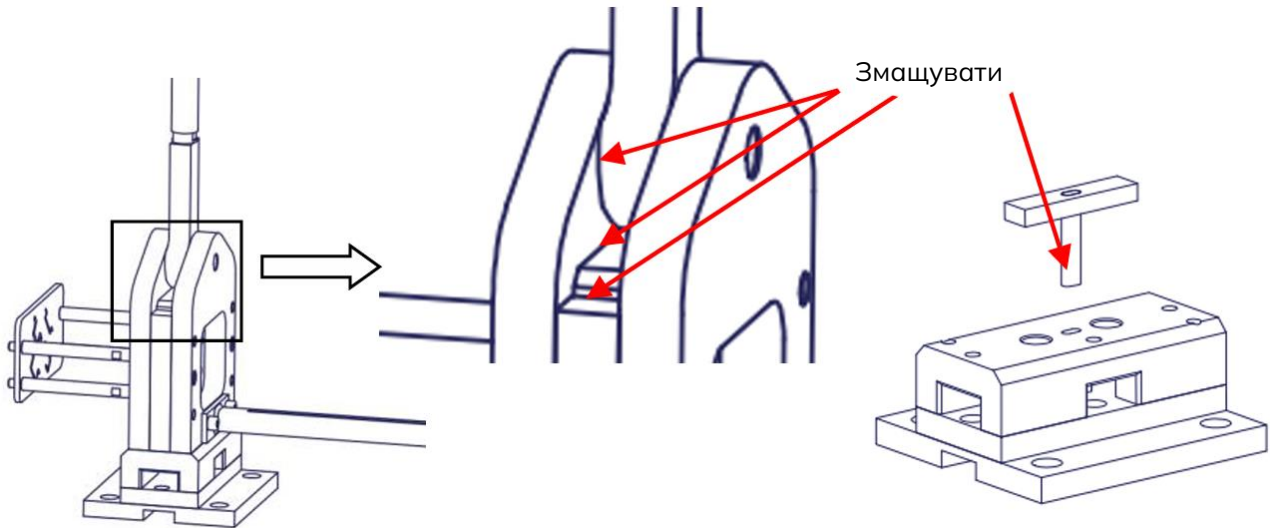

Рис. 10
- 6.3. Необхідно періодично змащувати маслом рухомі елементи ручної різки (рис. 10).
- 6.4. Перед монтажем модуля для вирізання отворів слід змастити штамп (рис. 10).